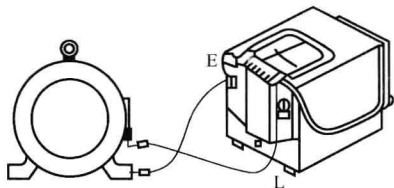

图 1-10 测电机绝缘电阻
2) 测量电机绝缘电阻时，将 L 端与电机绕组相连，机壳接于 E 端，如图 1-10 所示。